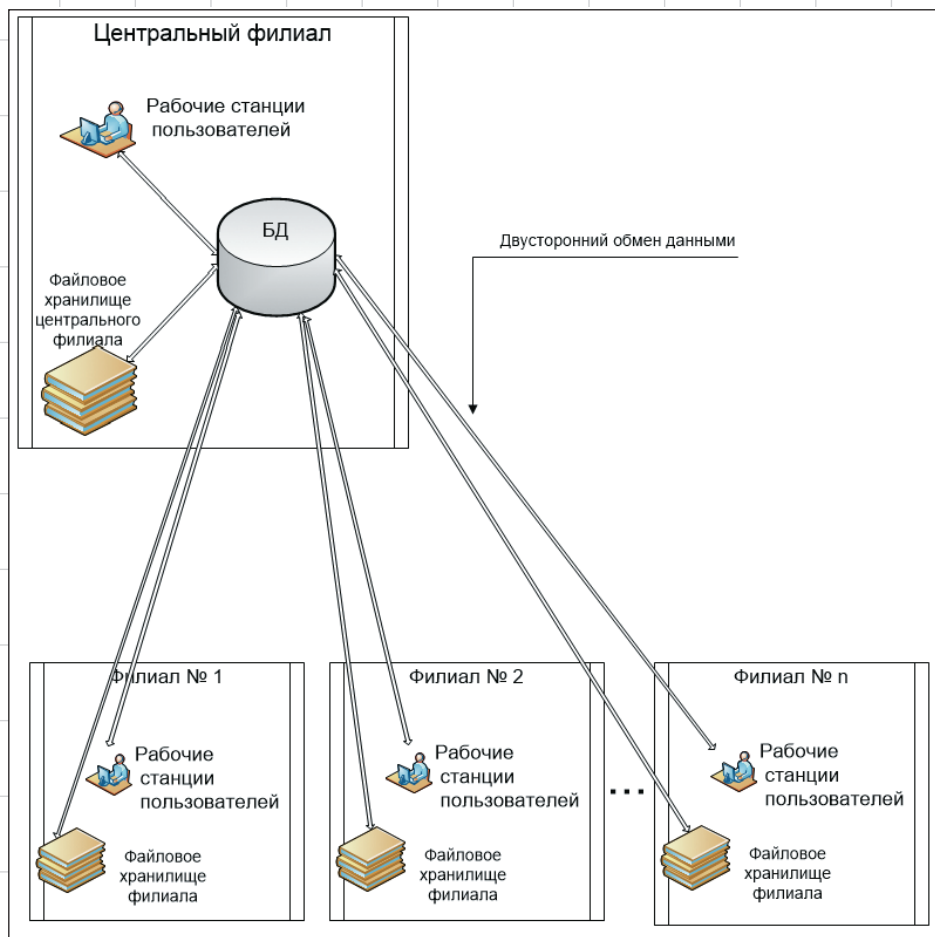

Рис. 1. Схема работы филиалов по варианту 2
- База данных — в Центре, хранилища файлов — в филиалах. Это наиболее реальная схема работы. Полностью прослеживается ход выполнения работ. Файлы по мере необходимости экспортируются и передаются в Центр или между филиалами с помощью встроенных средств Lotsia PDM PLUS (рис. 1).